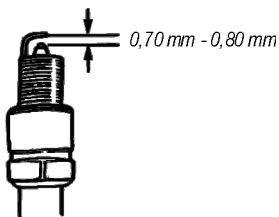

Fig. 23 – distancia de la bujía
- 7 – Para un correcto funcionamiento, la distancia de la bujía debe estar entre 0,70 mm y 0,80 mm (fig. 23);